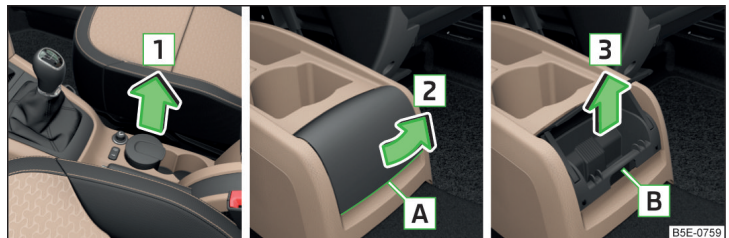

Fig. 79 Consola central baja: Retire el encicero hacia delante / abrir el encicero hacia atrás / retirar el encicero hacia atrás
- Agarrar el cenicero (no en la tapa) y retirarlo en el sentido de la flecha **1** » fig. 79.
- Para **abrir** la tapa, agarrar en el borde **A** y abrirlo en el sentido de la flecha **2** » fig. 79.